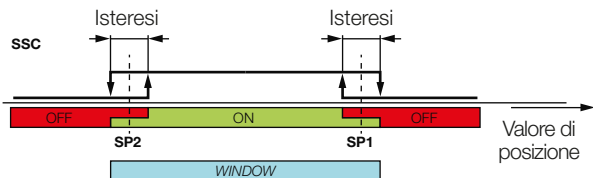

Fig. 6-4: Esempio per la modalità Finestra
- modalità Finestra (*windowed mode*, Fig. 6-4): valore: 2